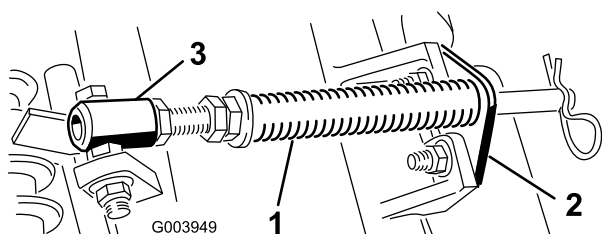

Рисунок 4
A. Удалите два каретных болта и две гайки, которые крепят кронштейн штока к выступам режущего блока (**Рисунок 4**).
B. Выверните фланцевую гайку крепления болта трубки пружины к выступу несущей рамы (**Рисунок 4**). Снимите этот узел.